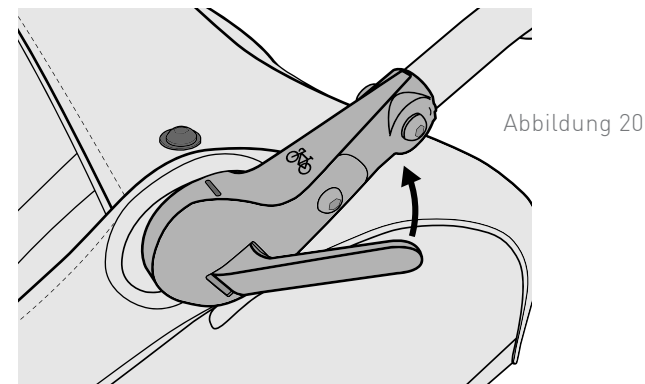

Abbildung 20
1. **Zugmodus:** Immer den Überrollbügel nach vorne drehen, wenn der Anhänger im Zugmodus ist (Abbildung 19A). Der Überrollbügel sollte horizontal und parallel zum Boden sein, so dass die Markierung am Lenker mit der Schraube übereinstimmt, mit der der Deckel befestigt wird (Abbildung 20)
2. **Schiebe-/Laufmodus:** Der Überrollbügel kann umgedreht und als Griffstange genutzt werden, wenn der Anhänger geschoben wird (Abbildung 19B). Ziehen Sie den Hebel, um die Griffstange zu drehen (Abbildung 20).